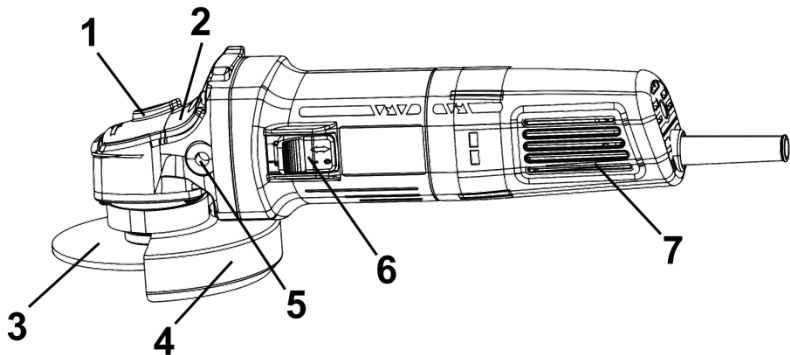

Рисунок 1
2.3.1 Конструкція виробу складається з конічного одноступеневого редуктора в металевому корпусі (2), який приєднаний до пластикового корпусу з колекторним двигуном змінного 1-фазного струму, перемикачем (6), мережевим шнуром живлення згідно з рис.1. Вихідний вал редуктора розташований перпендикулярно осі двигуна і є робочим шпинделем для приєднання змінних абразивних дисків (3) з фіксацією затискними шайбами та гайкою. На металевому